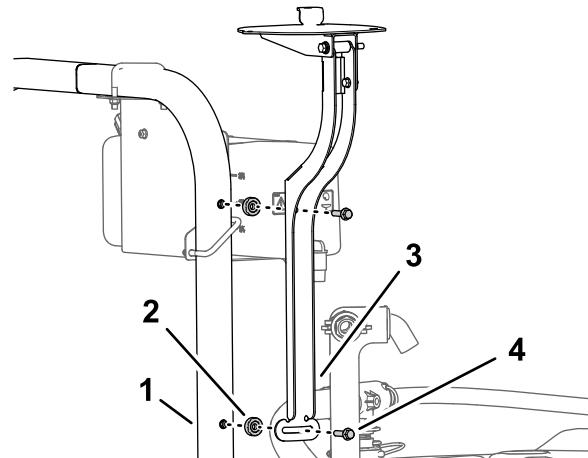

Figura 154
1. Montate il supporto del ricevitore e il distanziale (3/8" x 7/16") sul roll bar con il bullone a testa flangiata (3/8" x 1 1/2"), come illustrato nella Figura 154.